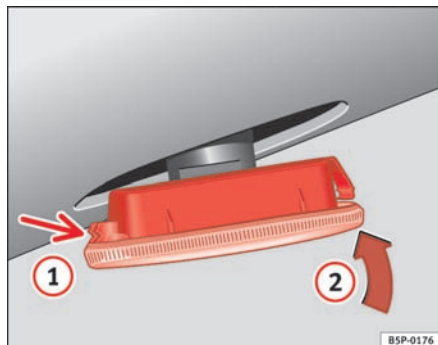

Fig. 198 Intermitente lateral
- Coloque el intermitente en primer lugar en el orificio de la carrocería, encajando las pestañas ⇒ fig. 198, flecha ①.
- Encaje la lámpara como indica la flecha ② ⇒ fig. 198 ■